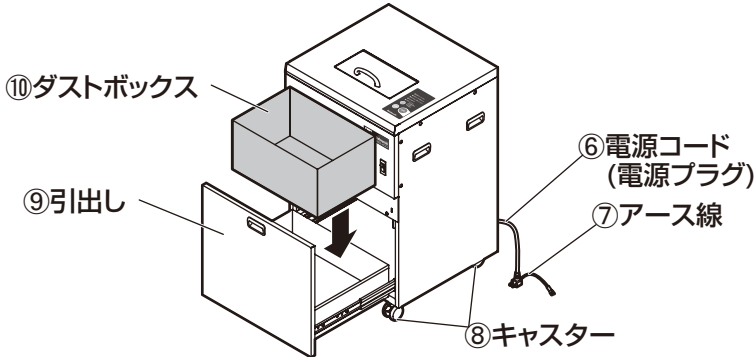

図6 ダストボックスのセット
2. 引出し⑨にダストボックス⑩をセットし、閉めてください。 図6 参照
3. 電源コード⑥の電源プラグを、電源コンセントに差し込んでください。アース線⑦をアース端子に接続してください。